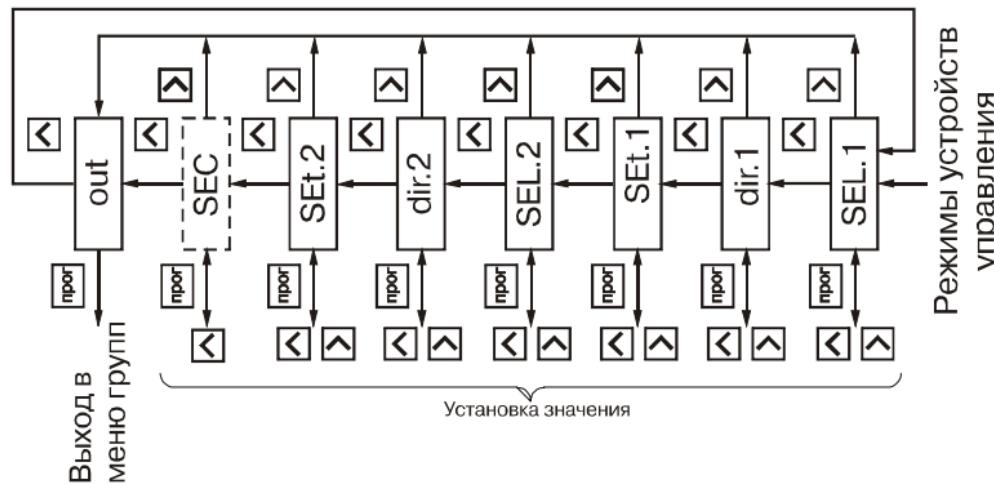

Рис. 26
6.1.9. Группа "GrouP\_d" (рис. 26) содержит параметры **SEL1** и **SEL2**, задающих входную величину соответственно для ЛУ1 и ЛУ2, параметры **SEt1** и **SEt2**, определяющие логику их работы и параметры **dir1**, **dir2**, определяющие направление счета при котором должны срабатывать выходные устройства.